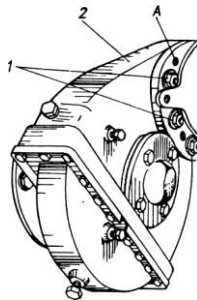

Рисунок 5.2 – Переналагодження бортових передач:
- відкрутіть гайки 1 (рис. 5.2) кріплення картера 2 бортових передач і зніміть шайби;